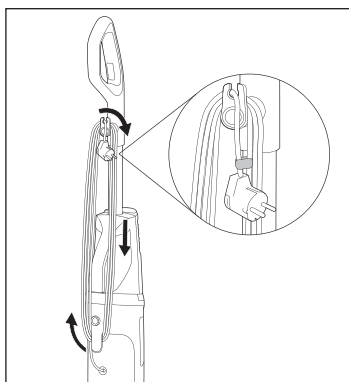

Fig. 3
- ♦ Enrole totalmente o cabo de alimentação ❶ à volta dos suportes de cabo, superior e inferior ❶/❶ (ver fig. 3).